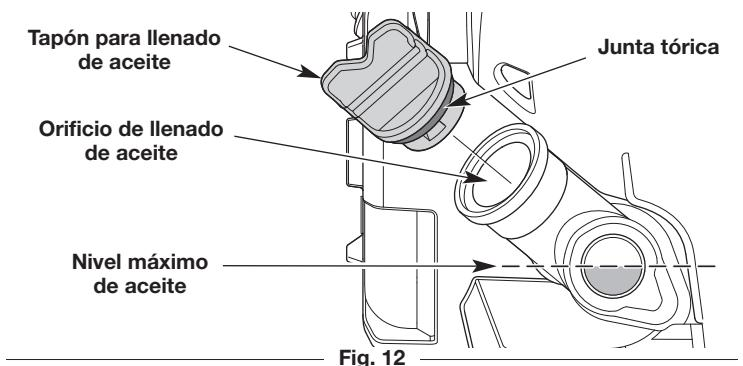

Fig. 12
- Observe el interior del visor del nivel de aceite; use una linterna si es necesario. **El nivel de aceite debe llenar el visor hasta aproximadamente la mitad** (Fig. 12). Si el nivel de aceite es demasiado bajo, agregue aceite. Consulte *Procedimiento para agregar aceite*.
- Limpie la zona que rodea el tapón de llenado de aceite (Fig. 12) a fin de evitar que ingresen residuos en el orificio de carga de aceite.
- Agregue aceite al orificio de llenado de aceite hasta que el nivel de aceite llegue hasta aproximadamente la mitad del visor del nivel de aceite (Fig. 12).
- NOTA:** Compruebe que la junta tórica esté en su lugar en el tapón de llenado de aceite (Fig. 12).
NOTA: Compruebe que la junta tórica esté en su lugar en el tapón de llenado de aceite (Fig. 12).